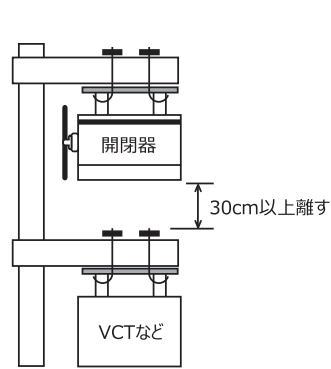

図6
- ③開閉器取付部の損傷やゆるみは、開閉器の落下や開閉器の操作ミスになるおそれがありますので、堅固に取付けてください。
- ④開閉器の下にVCTなどを取付けられる際は、開閉器底面より30cm以上離して取付けてください。(図6)